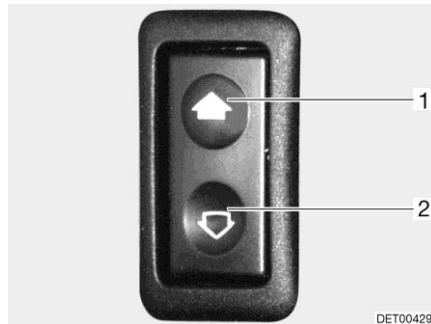

Bild 32 Schalter für elektrischen Fensterheber
- Öffnen: ■ Schalter unten (Bild 32,2) drücken.
- Schließen: ■ Schalter oben (Bild 32,1) drücken.